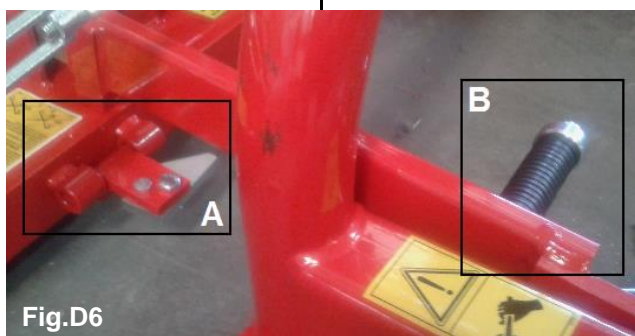

Fig.D6
- la barra falciante è dotata di un dispositivo di sicurezza contro gli ostacoli. Tale dispositivo si sgancia, se la barra di taglio urta un ostacolo, provocando una rotazione parziale all'indietro dell'intera attrezzatura. In questo caso arrestare il trattore senza sollevare la barra e controllare che l'albero cardanico non sia sfilato. Procedere lentamente con il trattore in retromarcia fino a che il dispositivo si riagganci di nuovo. Se il dispositivo si dovesse sganciare con troppa facilità, regolare la relativa molla (fig.D6 / B);
- durante il lavoro lasciare il fermo meccanico abbassato (fig.D6 / A).
- the bar mower is equipped with a safety device against the obstacles. Such device breaks away, if the cutting bar bumps an obstacle causing a back partial rotation to the whole equipment. In this case stop the tractor without to lift the bar and to check that the cardan shaft is not unthread. Proceed slowly with the tractor in reverse up to that the device is hooked again. If the device was had to unhook with too facility, adjust the relative springs (fig.D6 / B);
- during working operations make sure that the mechanical stop (fig.D6 / A) is in downward position.